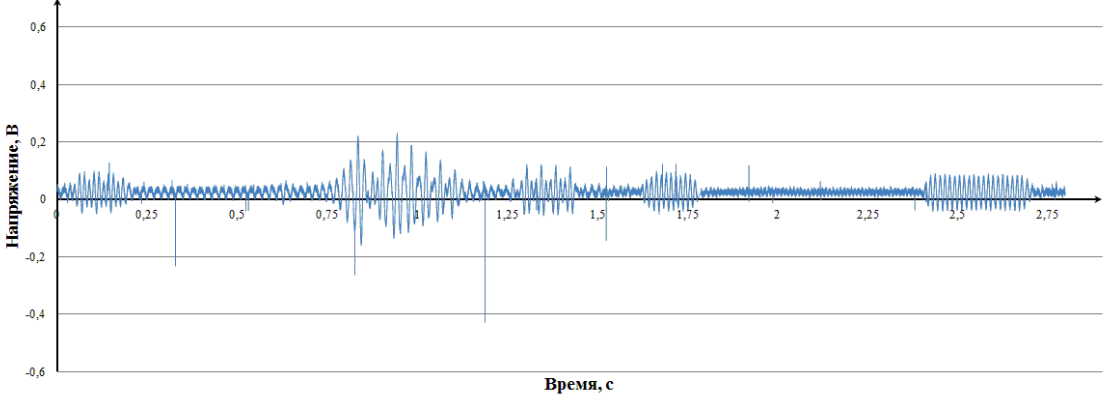

Рисунок 4 – Осциллограмма сигнала АЛСН на выходе фильтра АЛСН
- 5. Дана осциллограмма сигнала на выходе фильтра АЛСН (Рис. 4). Определить получаемый код и показание локомотивного светофора;